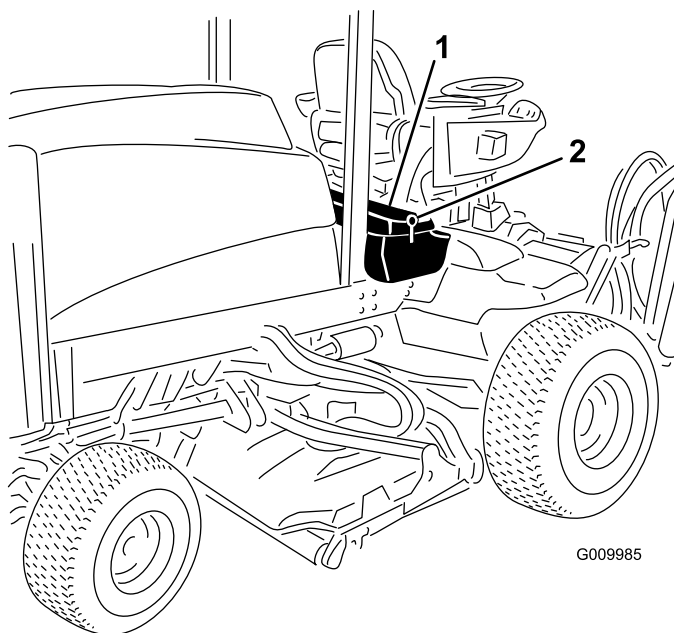

図 48
1. 運転席のコンソールパネルのラッチを外して持ち上げる 図 48。